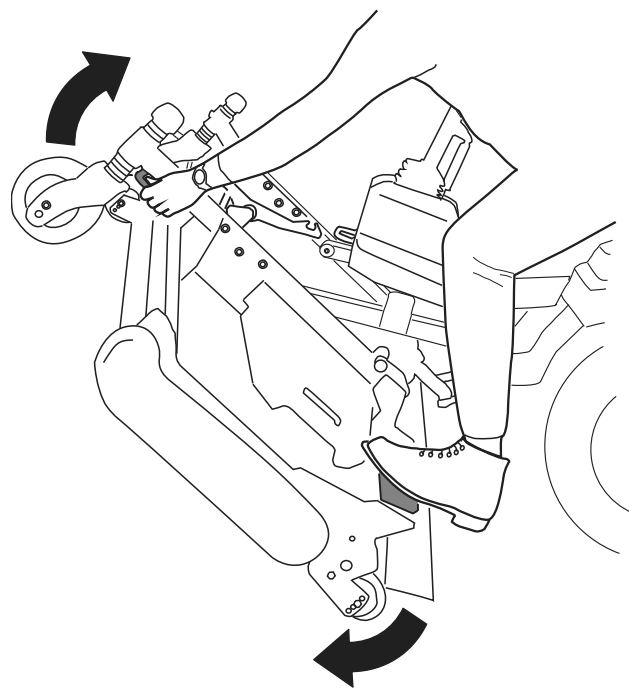
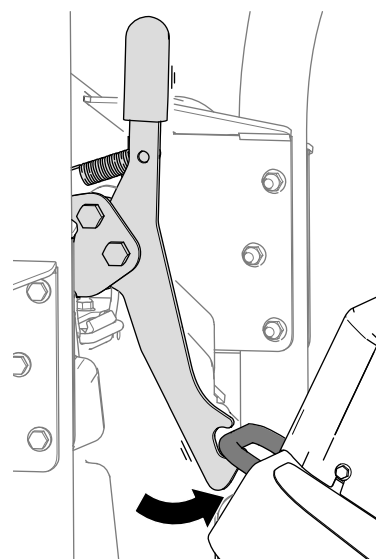
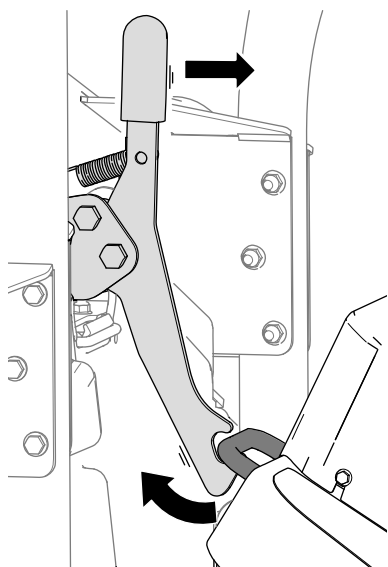

Figure 35
Figure 36
Figure 37
5. Tournez l'unité de coupe (Figure 35) de sorte que le verrou s'enclenche sur l'anneau d'arrimage (Figure 36).
1. Dégagez le verrou de l'unité de coupe de l'anneau d'arrimage (Figure 37) en faisant pivoter légèrement l'unité de coupe vers l'avant (voir Figure 35) et en tirant la poignée de verrouillage vers l'avant.